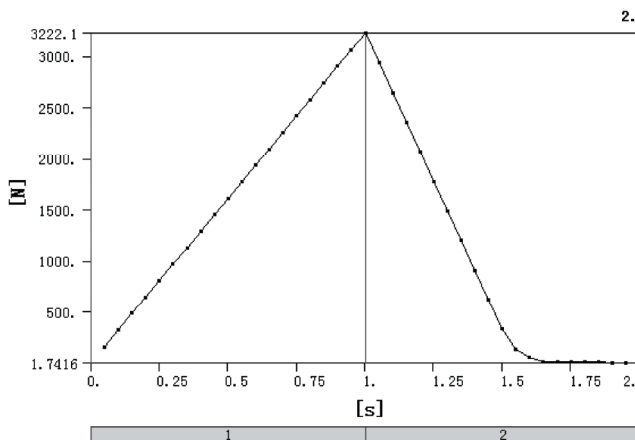

图 17-21 反力时间历程曲线
13) 在 Outline 树结构图中的 Force Reaction 对象单击右键, 在弹出的快捷菜单中选择 Evaluate All Results, 此时进行求解, 求解后得到的图形如图 17-21 所示。